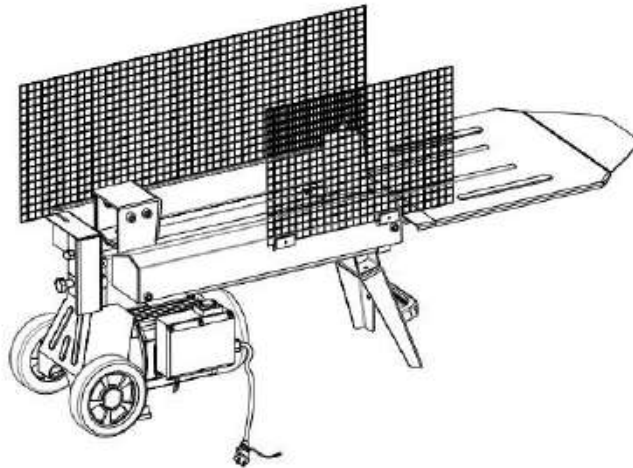

Abbildung 3
3. Setzen Sie die linke und rechte Schutzvorrichtung in die entsprechenden Positionen an der linken bzw. rechten Trägerplatte ein. und ziehen Sie sie mit den M14-Schneidschrauben fest. Siehe Abbildung 3